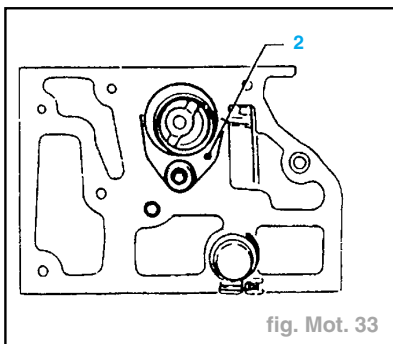

fig. Mot. 33
- Poser la bride (2) côté allumeur et serrer la vis de fixation à **1,5 daN.m.** (fig. Mot. 33).